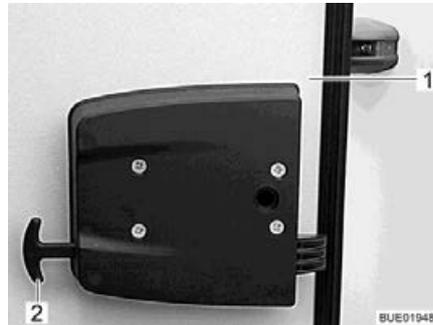

Bild 77 Notentriegelung Garagenklappe
- An beiden Griffen der Notentriegelung (Bild 77,2) ziehen.
- Garagenklappe (Bild 77,1) nach außen drücken.